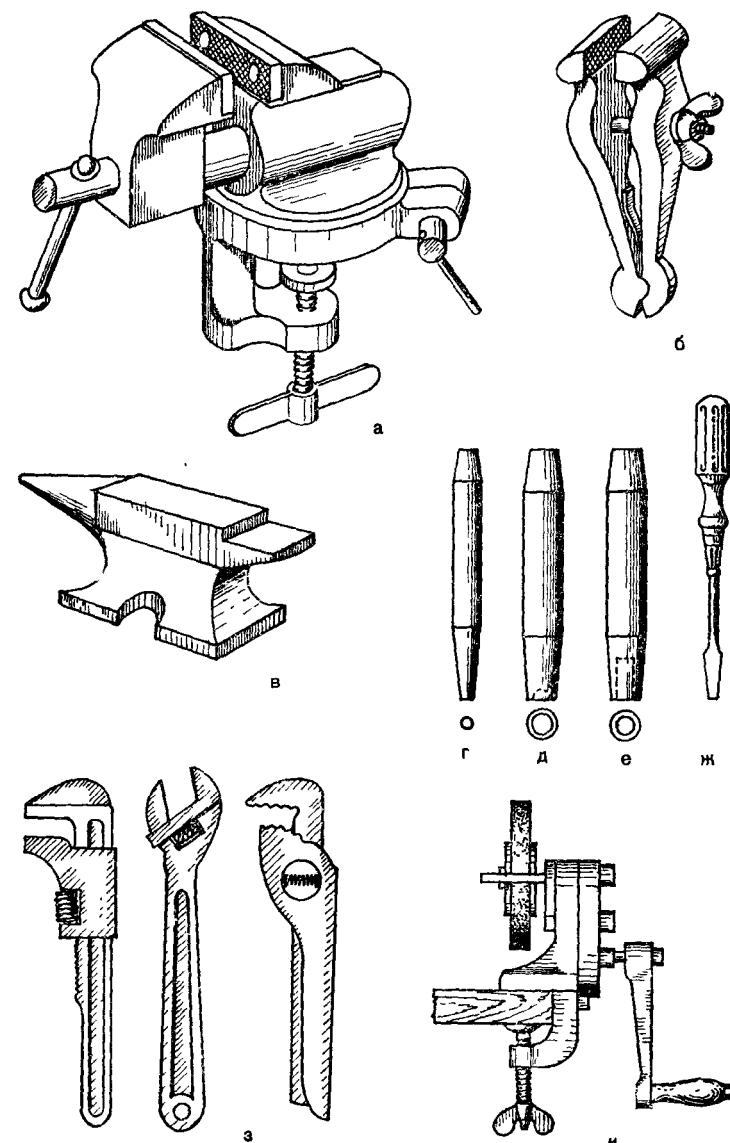

Рис. 35. Разные инструменты, и необходимые при работе с металлами:
**Приспособления и инструменты, необходимые при работе с металлами.** В процессе изготовления или ремонта металлических деталей, предметов и механизмов домашнему умелцу могут понадобиться, кроме указанных выше, такие приспособления и инструменты, как настольная наковальня, пробойники, обжимки, натяжки, отвертки, разводные ключи, настольное точило (рис. 35), а также небольшой набор инструментов для выполнения фальцевых соединений.